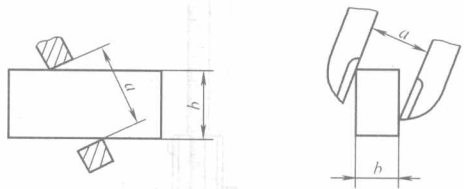

图 2-8 游标卡尺测量面与工件的错误接触
3) 测量时，要防止卡尺歪斜（图 2-8），否则读数会产生误差。